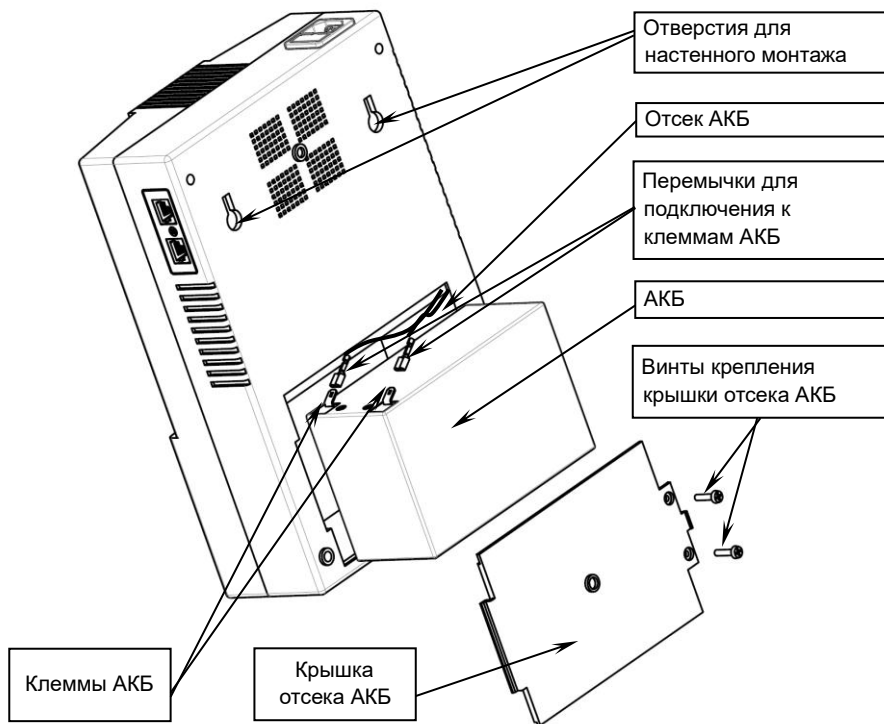

Рисунок 3 — Замена АКБ
- отсек со встроенной АКБ, с возможностью ее быстрой замены (см. рисунок 3);
При горизонтальном размещении изделие можно установить на любую плоскую поверхность (стол, стеллаж и т. п.). При вертикальном размещении необходимо подготовить места крепления в соответствии с расположением крепёжных отверстий на задней стенке корпуса изделия (см. рисунок 3, межцентровое расстояние 132 мм), крепёж в комплект поставки не входит).
2. Выкрутите винты и откройте крышку аккумуляторного отсека (см. рисунок 3).